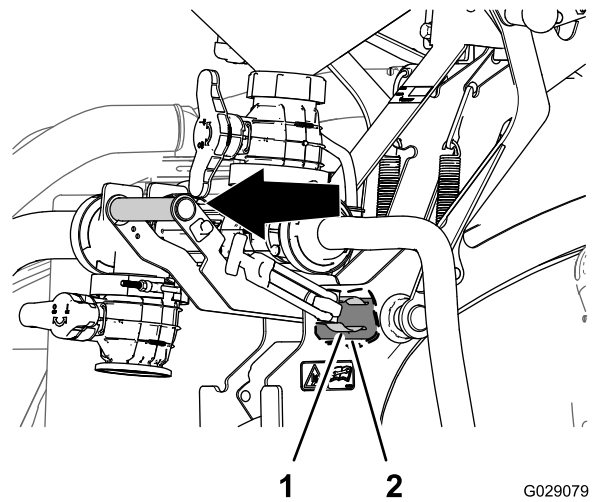
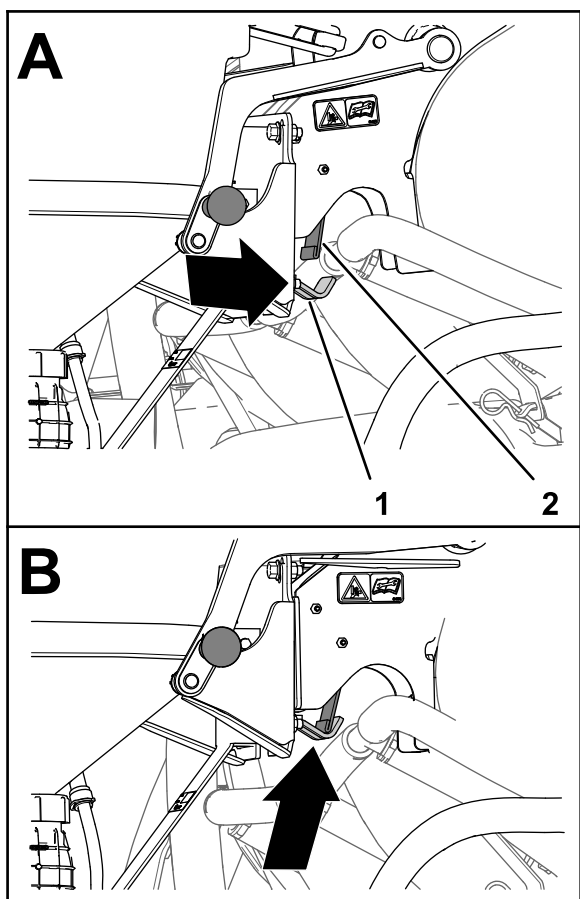

図 38
図 41
- エダクタのハンドルの他にエダクタのクレードル上部のハンドルも握り、ハンドルを外側に引き出すようにしてラッチのフック部分をスプリングプレートの外側に合わせる 図 38 と 図 41。
- エダクタのハンドルを押し込んでフックをラッチロッドまで上げ、スプリングクリップがピボットチューブの周囲に完全に収まるようにする 図 38。